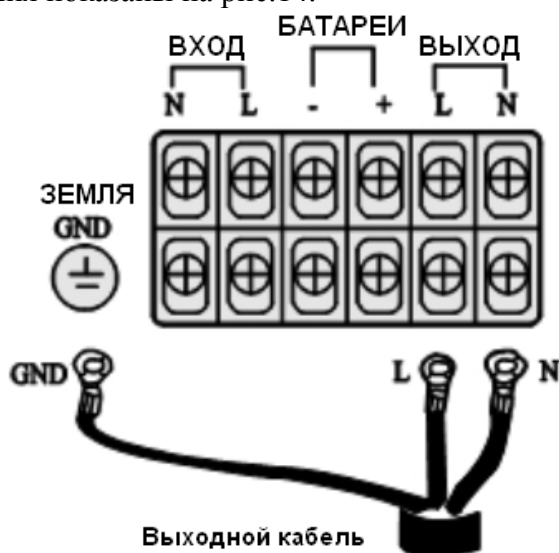

Рис. 14
2. Положение и путь подключения показаны на рис.14.